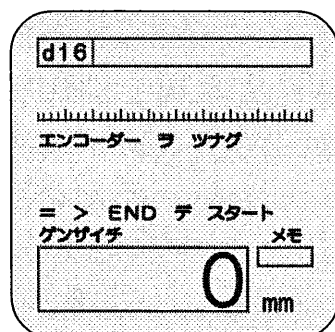

図2
- 続いて図2が表示されます。
\* 図2が表示されず、図3が表示される場合があります。